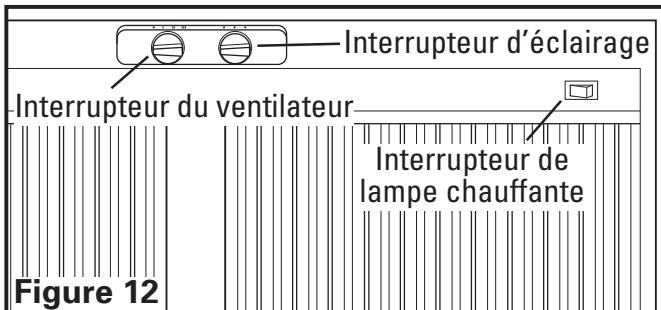

Figure 12
Votre hotte de cuisinière est équipée avec deux interrupteurs rotatifs dont l'un contrôle l'éclairage et l'autre contrôle la soufflante du ventilateur d'évacuation. L'interrupteur de l'éclairage a 3 positions, HAUTE (▲), BASSE (▼), et ÉTEINTE (●). L'interrupteur du ventilateur a quatre positions, ÉTEINT (●), HAUT (I), MOYEN (II), et BAS (III) (**Figure 12**).
Contrôles des lampes chauffantes : Pour les modèles équipés de lampes chauffantes, deux commutateurs En/Hors sont situés à l'avant du côté inférieur de la hotte pour un contrôle indépendant des lampes de chauffage (**Figure 12**).